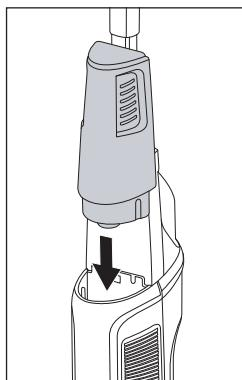

Fig. 11
- ♦ Retournez le réservoir d'eau fraîche ⑪ et glissez-le à nouveau dans l'insertion située en haut sur le devant de l'appareil (voir fig. 11).
- ♦ Glissez le réservoir d'eau fraîche ⑪ le long des rainures dans l'insertion vers le bas, jusqu'à ce que le réservoir d'eau fraîche ⑪ s'encliquète de manière audible et soit bien fixé sur l'appareil.